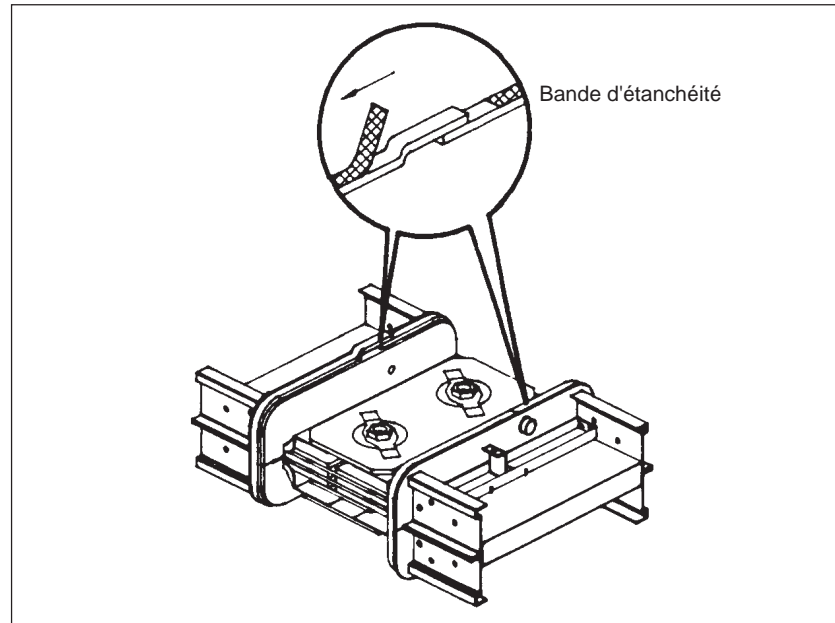

Figure 4
4. Préparer la jonction pour attacher les couvercles (figure 4).